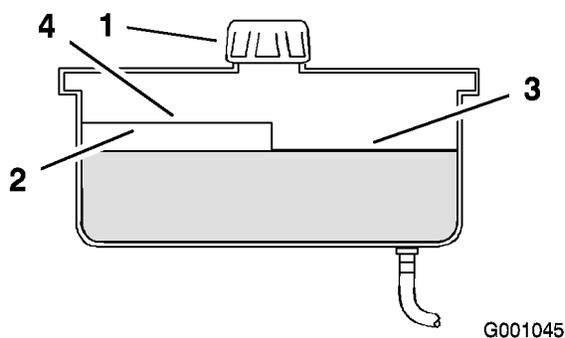

Figure 66
2. Nettoyez la surface autour du goulot de remplissage du réservoir hydraulique (Figure 66).
3. Enlevez le bouchon du goulot de remplissage et vérifiez si le réservoir contient du liquide (Figure 66).
Remarque: Lorsque l'huile est chaude, le niveau de liquide doit atteindre le haut du repère "à chaud" sur le déflecteur (Figure 66).